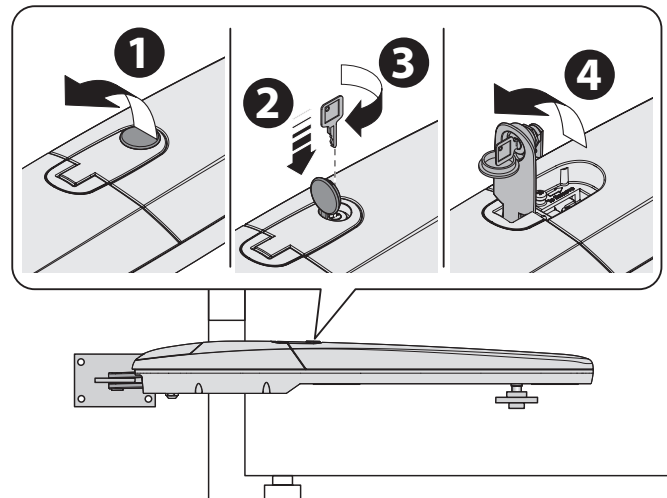

Abb. 8
01. Entriegeln Sie den Getriebemotor, wie auf Abb. 8